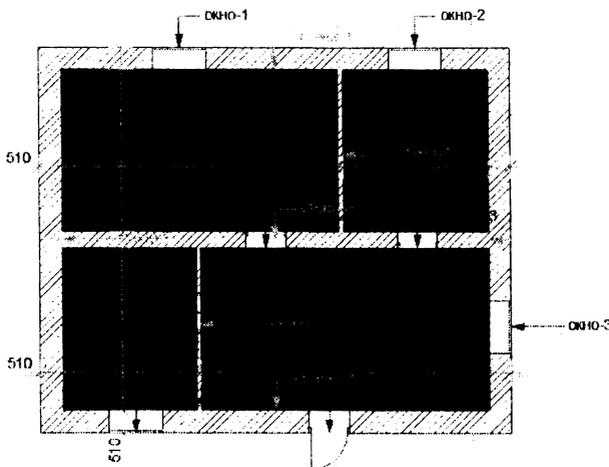

Рисунок 38
2. Начертите план, подобный приведённому на рис. 38.